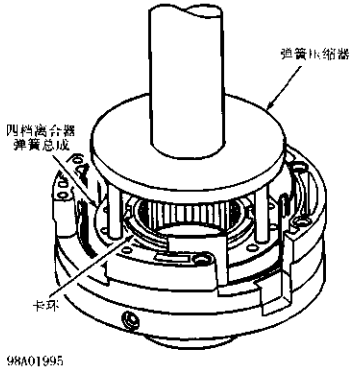

图 2-88 压缩四档离合器弹簧总成
使用适当的压缩器来压缩四档离合器弹簧总成,从从动链轮支架总成上拆下卡环(图 2-88)。拆下弹簧压缩器弹簧总成,从从动链轮支架总成上拆下四档离合器活塞。
② 将四档离合器活塞安装到从动链轮支架内，并对正零。将四档离合器弹簧总成装入活塞。使用弹簧压缩器，压缩弹簧总成，并安装卡环（图 2-88）。如果更换油封，在二档离合器壳体新油封上涂油。将油封装到从动链轮支架总成上。